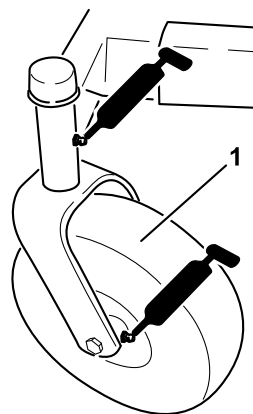
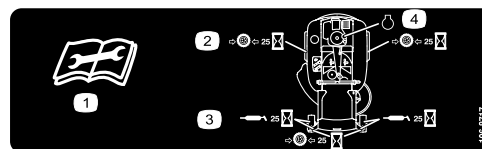

Figura 27
Figura 28
3. Pulite i raccordi d'ingrassaggio (Figura 27 e Figura 28) con un cencio, e togliete eventuali tracce di vernice davanti ai raccordi.